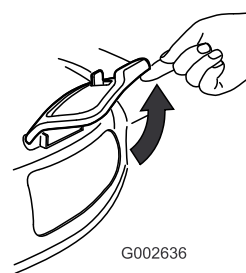

Рисунок 32
2. Поднимите боковую выпускную дверцу, чтобы открыть ее (Рисунок 32).